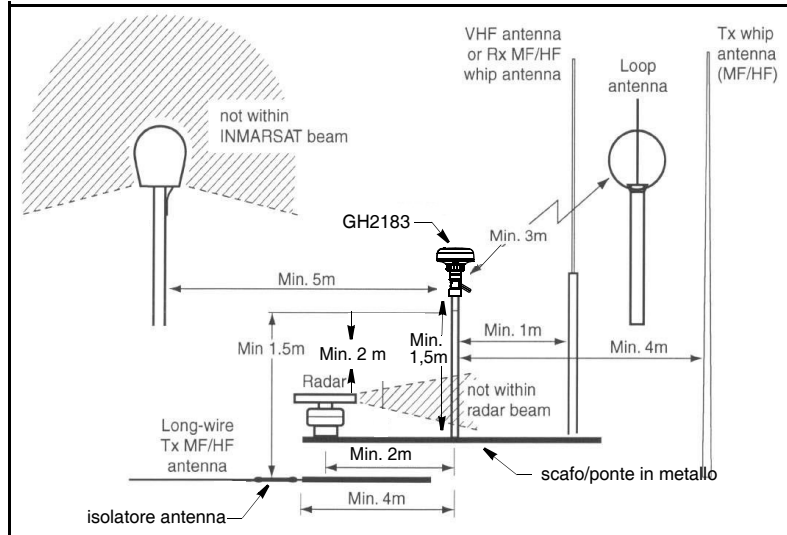

Figura 1. Distanza minima dal sensore
- Per evitare che il GPS subisca interferenze (Figura 1):